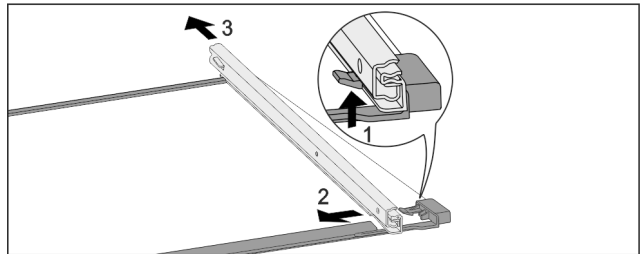

Fig. 265 Glasplatte mit Schienen
- ▶ Vorderen Rasthaken nach oben drücken. Fig. 265 (1)
- ▶ Auszugsschiene zur Seite Fig. 265 (2) und nach hinten Fig. 265 (3) wegschieben.